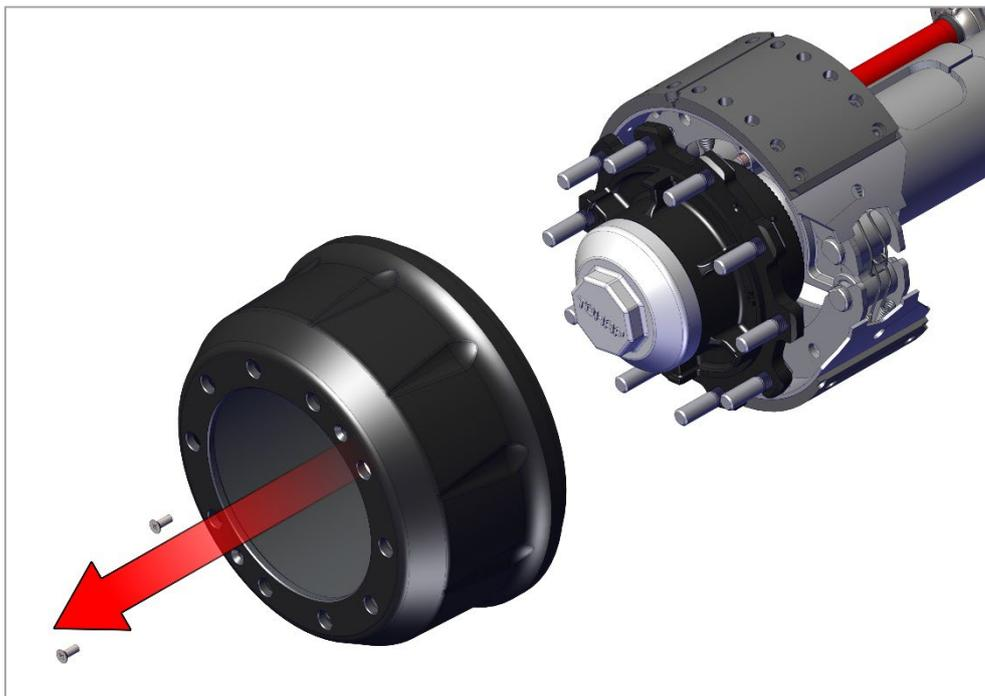

Рис. 23. Снятие барабана.
2) Снимите барабан, как показано на рис. 23.